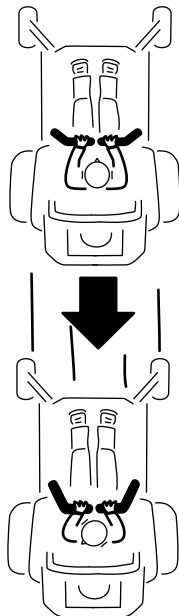

Figura 23
2. Para ir hacia atrás, tire lentamente de las palancas de control de movimiento hacia atrás (Figura 23).